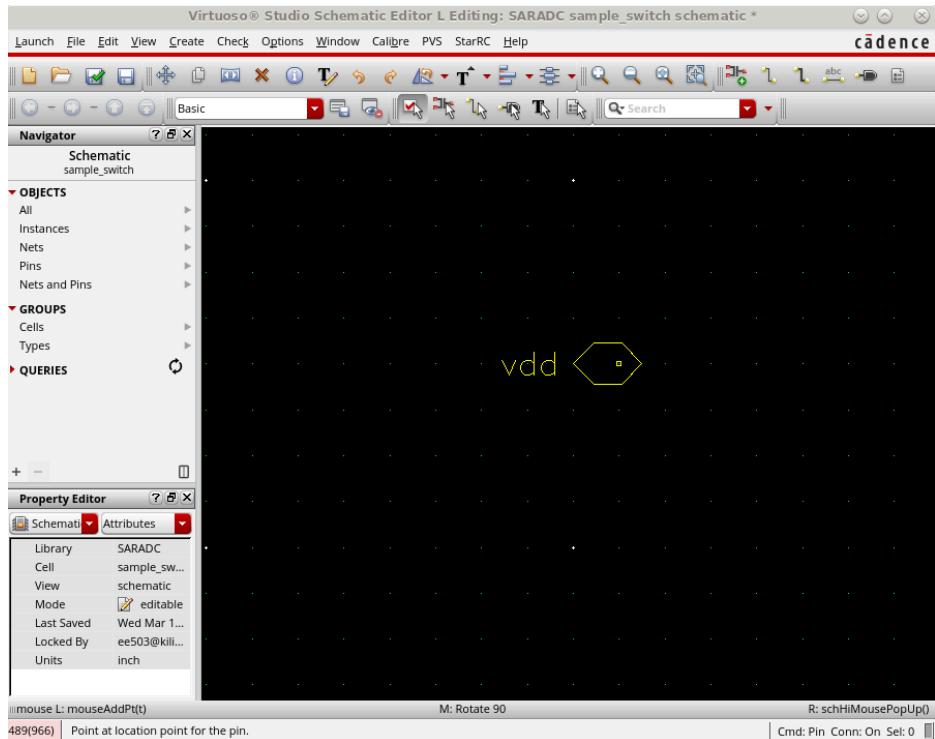

图 18 端口轮廓
- 此时将鼠标移动到 Schematic 视图，注意到 Schematic 视图中已经出现了一个如图 18 所示的，随鼠标拖动的黄色端口轮廓。